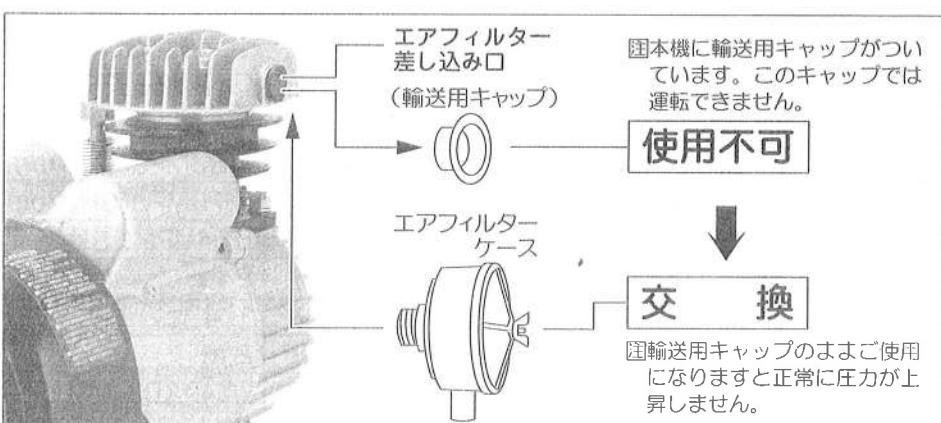

図3
■エアフィルター差し込み口のプラスチックキャップを抜いてエアフィルター ケースと交換してください。（図3参照）